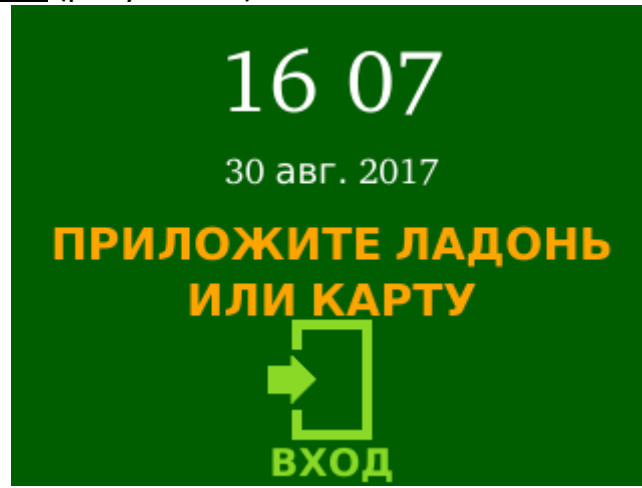

Рисунок 17. Экран терминала в режиме «Отметка на вход»
- Отметка на вход (рисунок 17)